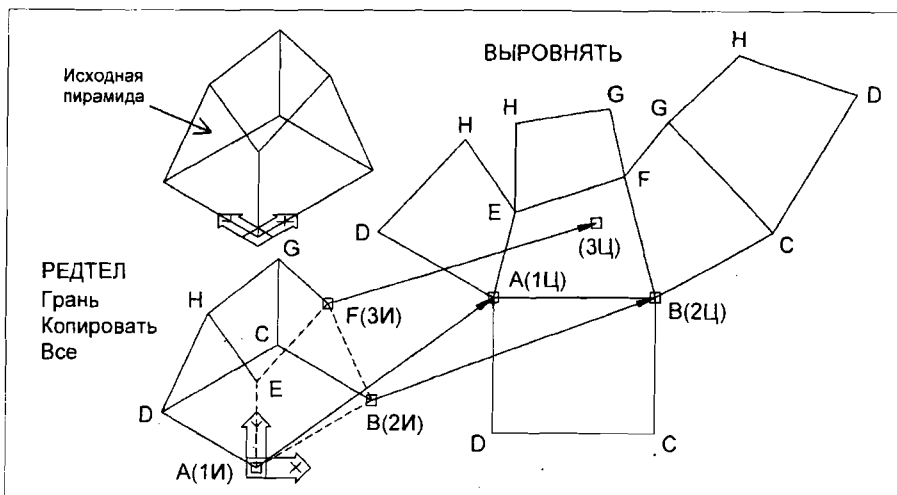

Рис.37
Порядок выполнения (рис.37):
- 3-2. Аналогичным образом последовательно выровнять боковые грани и грань верхнего основания (на рис.37 показан пример выравнивания передней боковой грани).